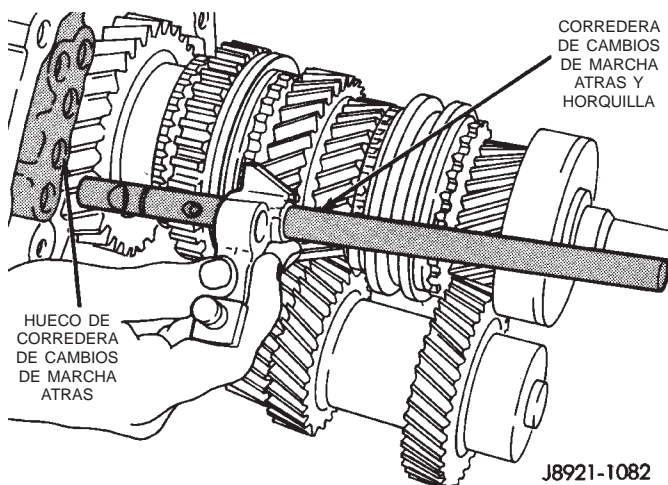

Fig. 78 Desmontaje de corredera de cambios de marcha atrás
(31) Retire la horquilla y la corredera de cambios de marcha atrás de la placa intermedia (Fig. 78).